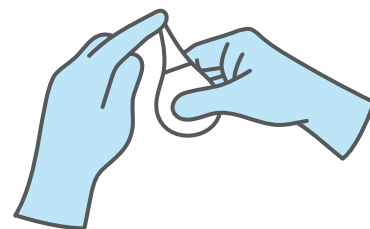

Figura 15.
PASO 2: Comprobar el vacío del dispositivo: apretar la parte inferior del dispositivo de aspiración y mantenerla así. Bloquear la apertura del extremo con la palma de la mano y liberar la parte apretada. El dispositivo de aspiración no debe expandirse hasta que se desbloquee el extremo. Véase la **Figura 15**.